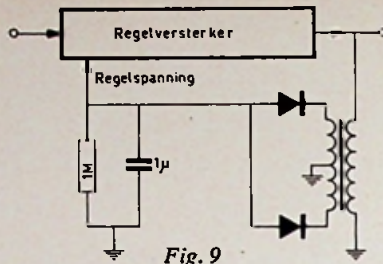

Fig. 9
Deze schakeling is gemakkelijk te combineren met een piekgelijkrichter volgens fig. 9.
c. variërende stabiliteitsmarge: in een teruggekoppeld systeem volgens fig. 9 bezit de regelversterker veelal een variabele overdrachtsfunctie. Een systeem, dat normaal stabiel is, kan daardoor in de uiterste grenzen van het regelbereik instabiel worden.